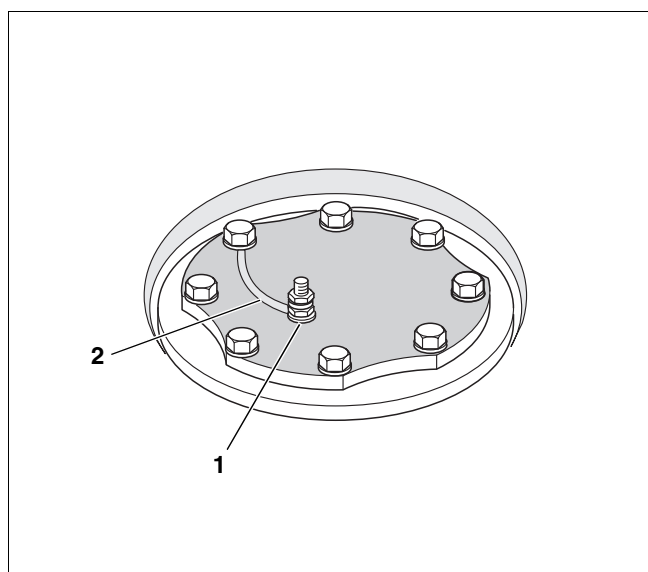

Рис. 5 Подключение магниевого анода
- Проверьте, подключен ли кабель заземления (рис. 5, поз. 2) магниевого анода.